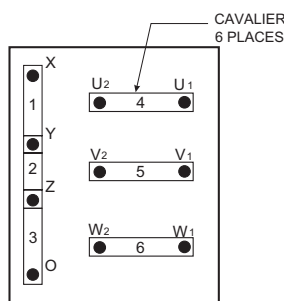

Figure 16. Carte de commutation de tension Configuration triphasée 240/139 volts
1. Placez un cavalier sur la carte **d'inversion de tension** pour un **fonctionnement à 240 volts**, comme indiqué sur la figure suivante Figure 16.
1. Assurez-vous que la **carte d'inversion de tension** est jumelée pour un **fonctionnement à 240 volts**, comme indiqué à la Figure 16.